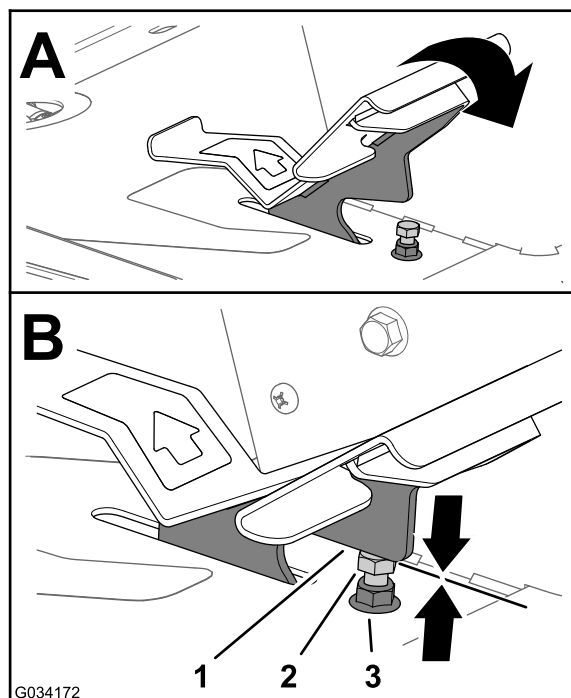
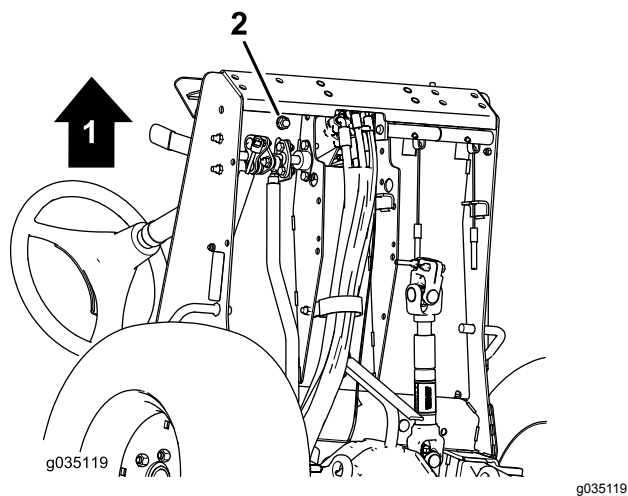

Figura 78
Figura 79
1. Pise el pedal de tracción a fondo (hacia adelante) (Figura 78).
- A. Sujete el tope del pedal de tracción (Figura 78) con una llave inglesa.
- B. Afloje la contratuerca situada por debajo de la placa del reposapiés (Figura 79).
- C. Mueva el pedal de tracción en la posición de velocidad máxima hacia adelante (Figura 78).
- D. Mientras sujeta el tope del pedal de tracción, ajuste la contratuerca situada encima de la placa del reposapiés (Figura 78) hasta que el pedal de tracción entre en contacto con el tope.
- F. Mientras sujeta el tope del pedal de tracción, apriete la contratuerca situada debajo de la placa del reposapiés (Figura 78 y Figura 79) a entre 37 y 45 N·m.